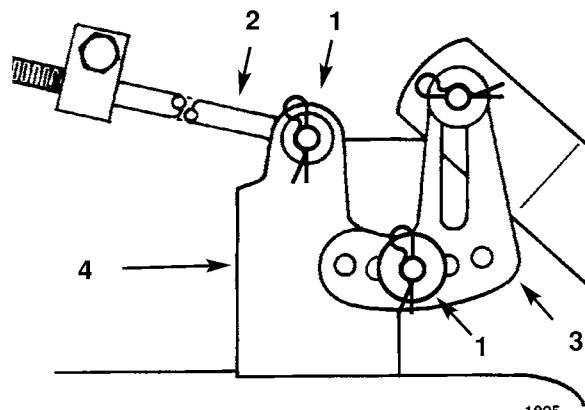

Bild 45
7. Das Ende des langen Gestänges durch das Loch in der Mäheraufhängung einführen (Bild 45). Unterlegscheibe und Splint zum Absichern des Gestänges einsetzen. Diesen Schritt für die gegenüberliegende Seite wiederholen.
8. Das mit Langloch versehene Abgleichprofil auf den Stift im Schnitthöhenarm aufziehen (Bild 45). Zum Absichern des Mähwerks Unterlegscheibe und Splint einsetzen. Diesen Schritt an der gegenüberliegenden Seite des Mähwerks wiederholen.